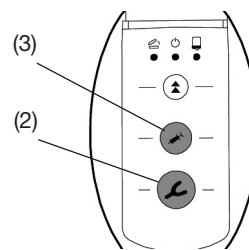

fig. 8
- Programmet "ST" aktiveres automatisk, hvis operatøren trykker på en af forsyningstasterne (aftryksske (2, fig. 8) eller aftrykssprøjte (3, fig. 8)) uden at vælge et blandeprogram. Lampen tændes ved siden af "ST".